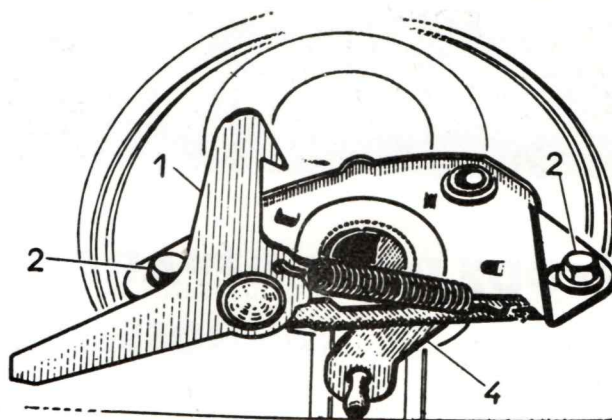

Figure 2.
Desserrer les écrous des deux vis (2) et déplacer latéralement la coquille support (fig. 2) vers la droite ou vers la gauche ou longitudinalement vers l'avant ou l'arrière afin de placer le verrou (4) dans l'axe du téton d'accrochage (5).
REMPLACEMENT DE LA COQUILLE SUPERIEURE D'ACCROCHAGE (fig. 2)